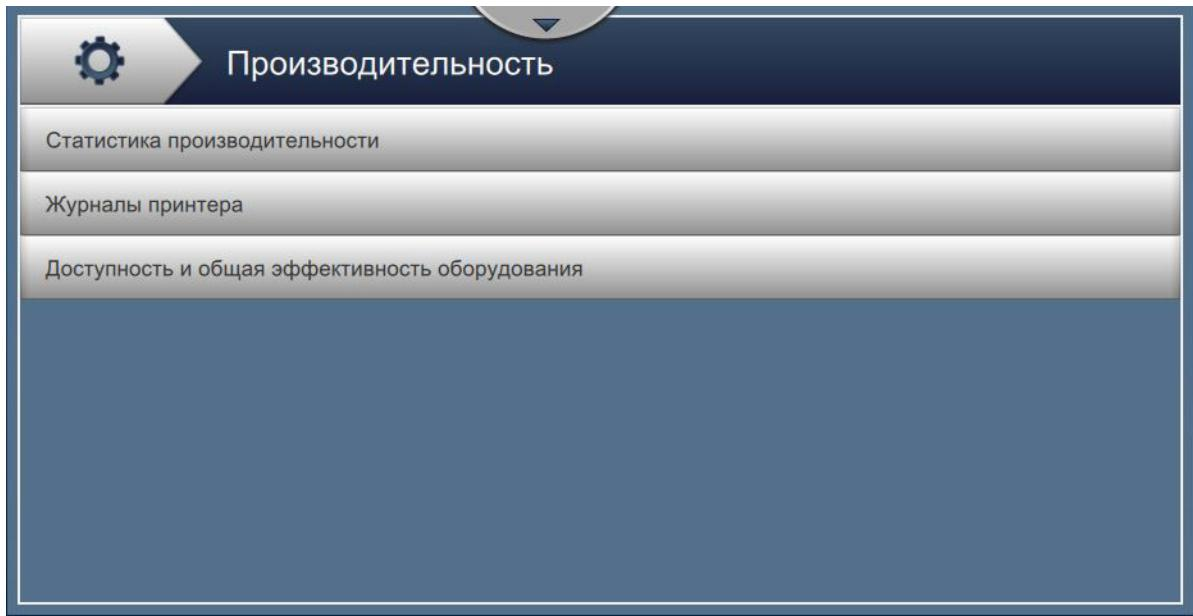

Рис. 6-3: Экран «Производительность»
1. Нажмите кнопку  на экране «Инструменты». Откроется экран «Производительность», как показано на Рис. 6-3.